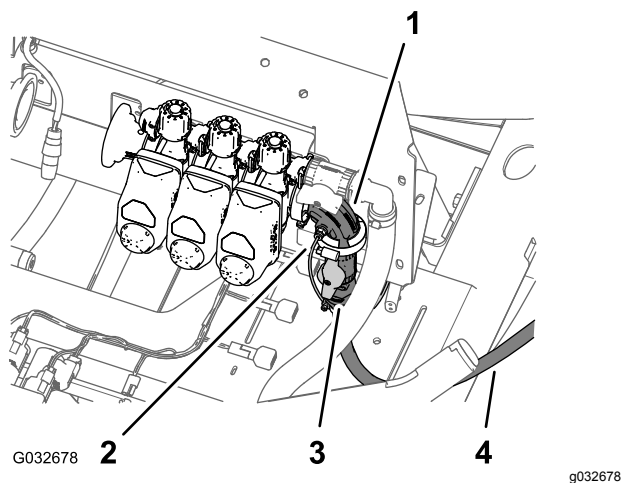
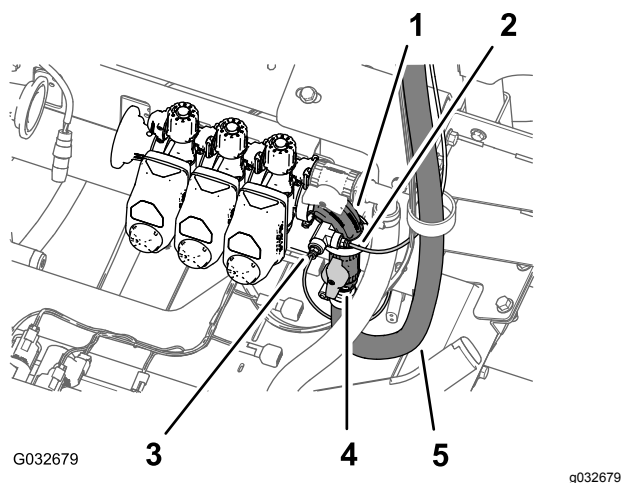

図 26
図 27
1. 右側ブーム用バルブの90°エルボにあるチューブカップラ用のカラーを押し込む 図 26または 図 27。
2. チューブカップラからダッシュボード用の水圧検知チューブを抜き出す 図 26または 図 27。